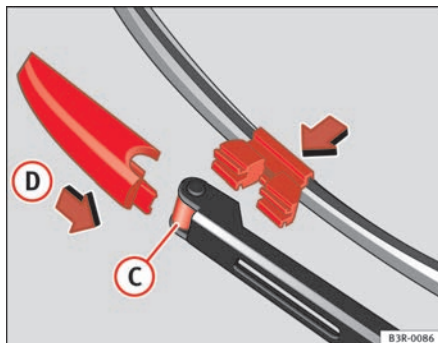

Fig. 178 Colocar a escova
- Coloque a nova escova no alojamento do braço do limpa pára-brisas ⇒ fig. 178 **C**.